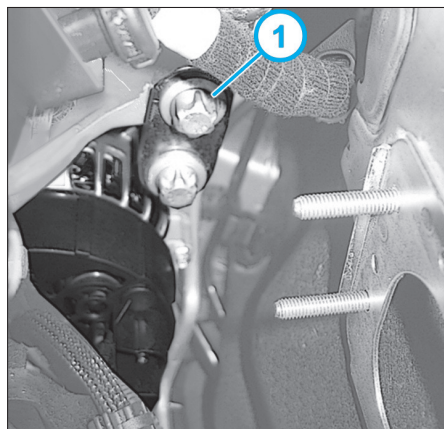

Fig. 7
- Par le côté arrière droit du compartiment moteur, déposer les vis (1) (Fig.7).